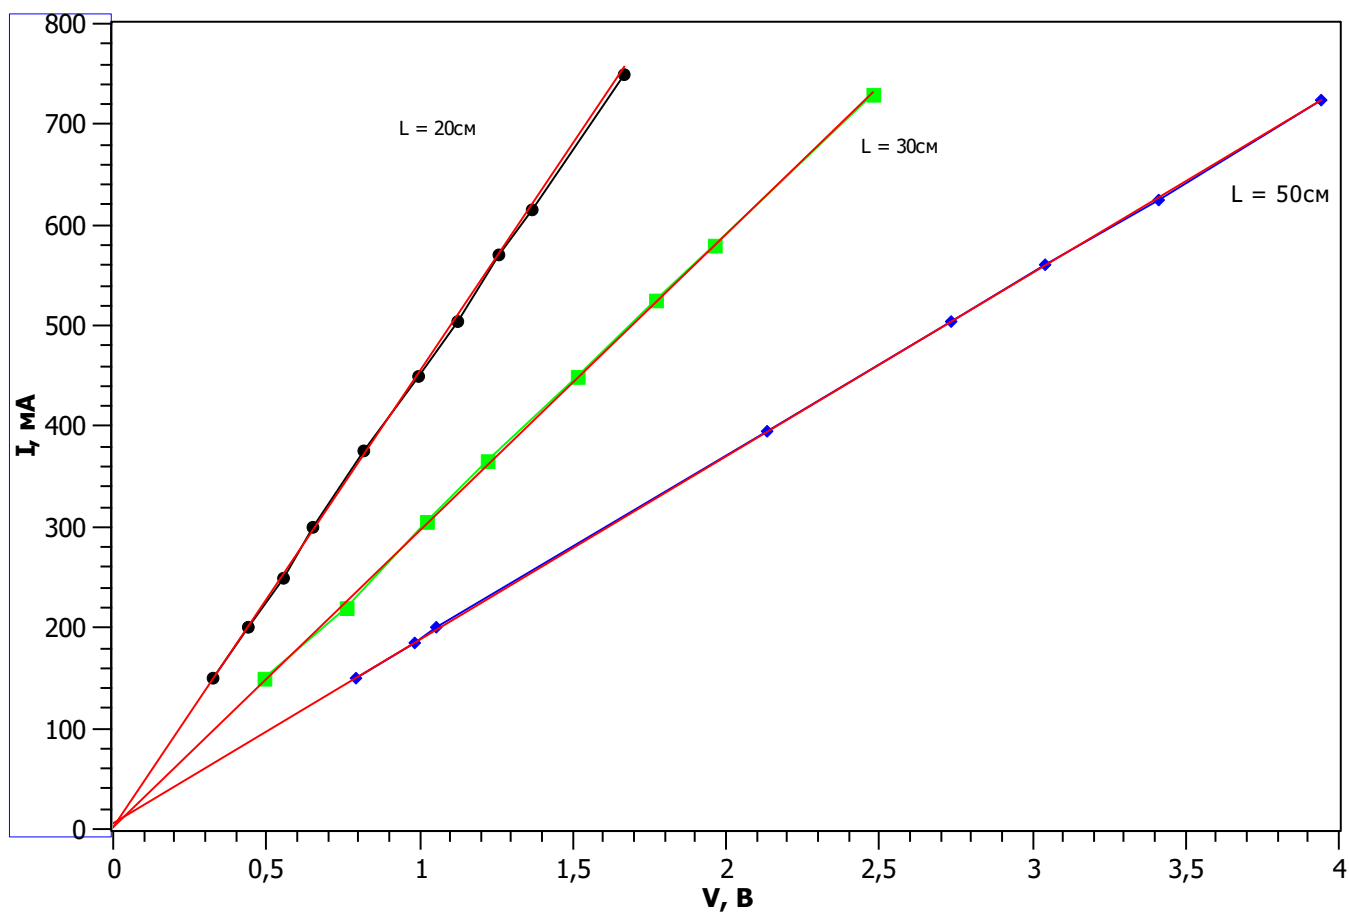

Рис. 2: ВАХи
8. Построим ВАХ ($I = f(V)$) для всех трех отрезков проволоки, проводя прямые через экспериментальные точки (рис. 2). Из графиков видно, что зависимость линейна и при возрастании, и при убывании тока. Также видно, что случайный разброс точек пренебрежимо мал.